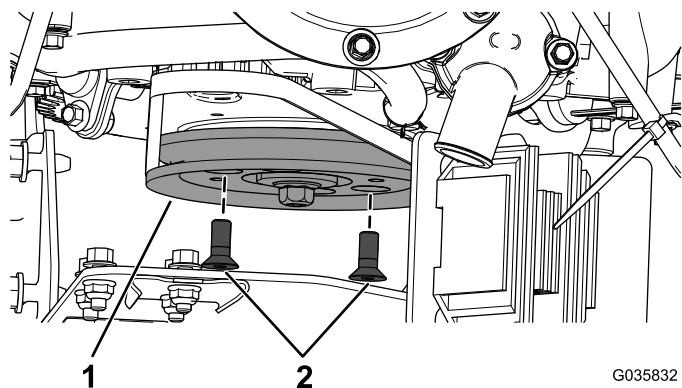

Figure 7
2. Fixez la poulie d'alternateur sur le moteur à l'aide des 2 vis à tête plate creuse hexagonale (M8 x 20 mm), comme montré à la Figure 7.